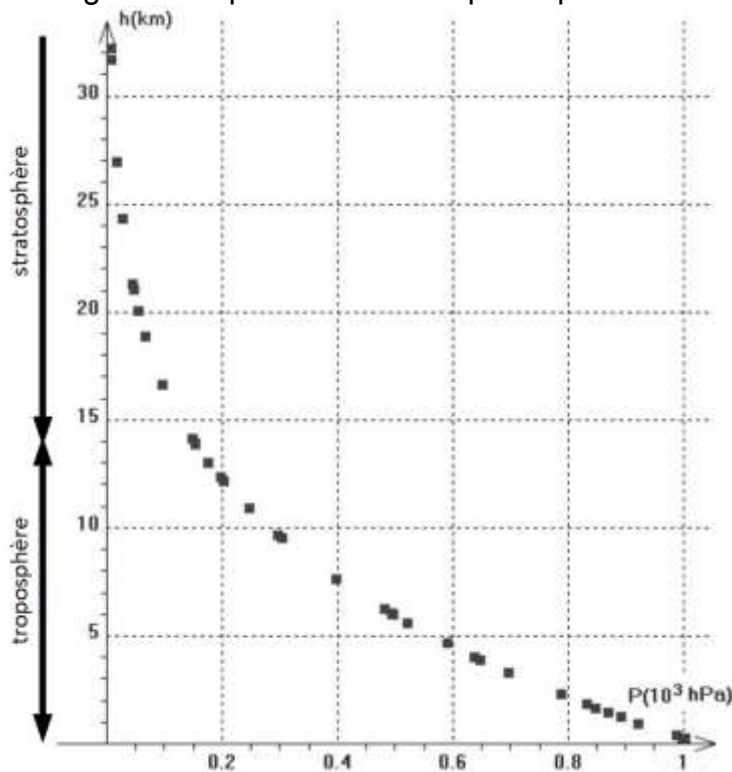

Figure 3 : Relevé de pression dans la troposphère et la stratosphère pour différentes altitudes  $h$ . (D'après : Concours Centrale-Supélec, TSI, 2008.)
- 3.1. À l'aide de la **figure 3**, expliquer comment varie la pression dans le ballon sonde lorsque l'altitude augmente.